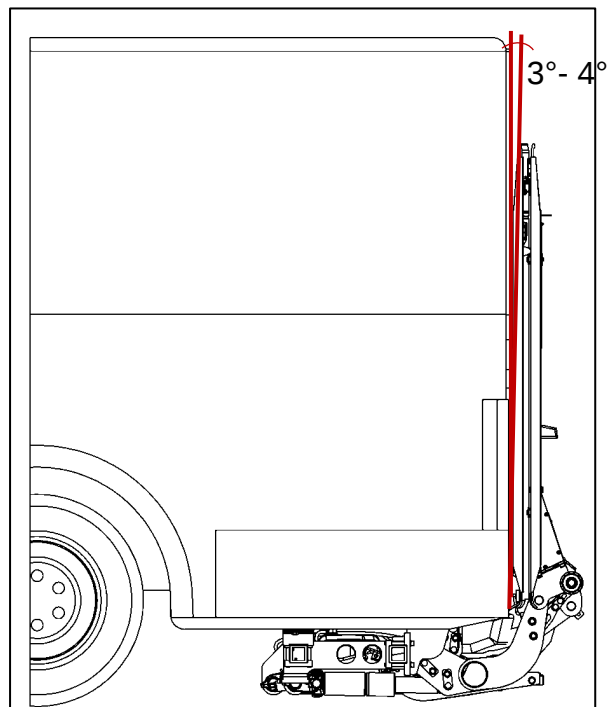

Abbildung 90
- Die Plattform hydraulisch schließen. Dabei Plattform nicht ganz senkrecht stellen, 3° bis 4° geöffnet lassen (siehe Abbildung 90).